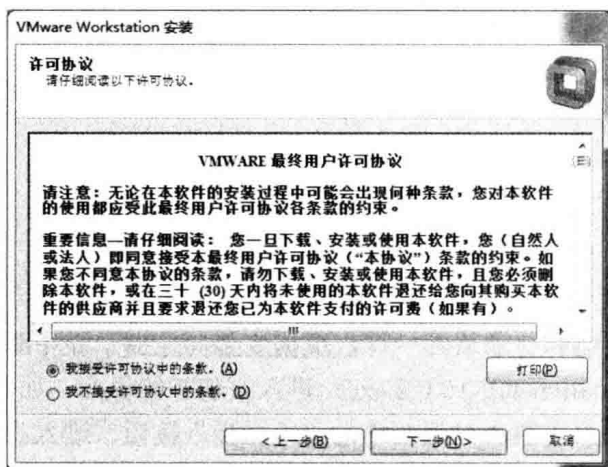

图 2-2
(2) 根据安装向导单击图 2-1 (b) 中的“下一步”按钮，进入“许可协议”界面，如图 2-2 所示。